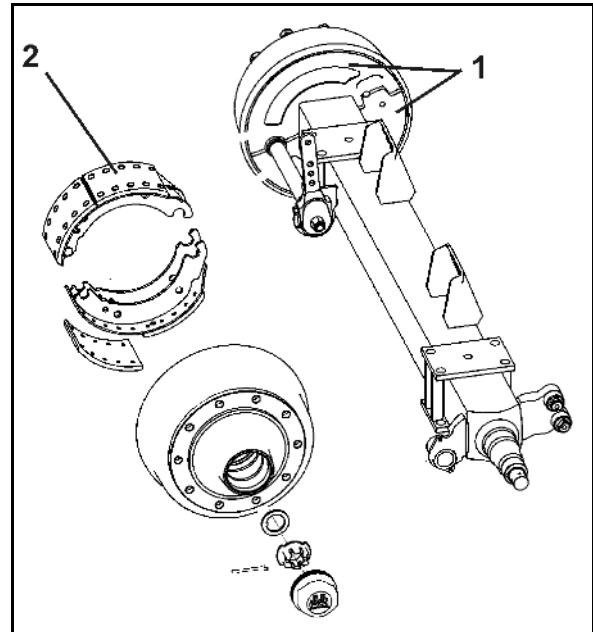

Рис. 116
1. Выверните болты и снимите оба защитных кожуха (Рис. 116/1) с внутренней стороны тормозного барабана.
Грязь может скапливаться на тормозных накладках (Рис. 116/2) и значительно снижать эффективность торможения.